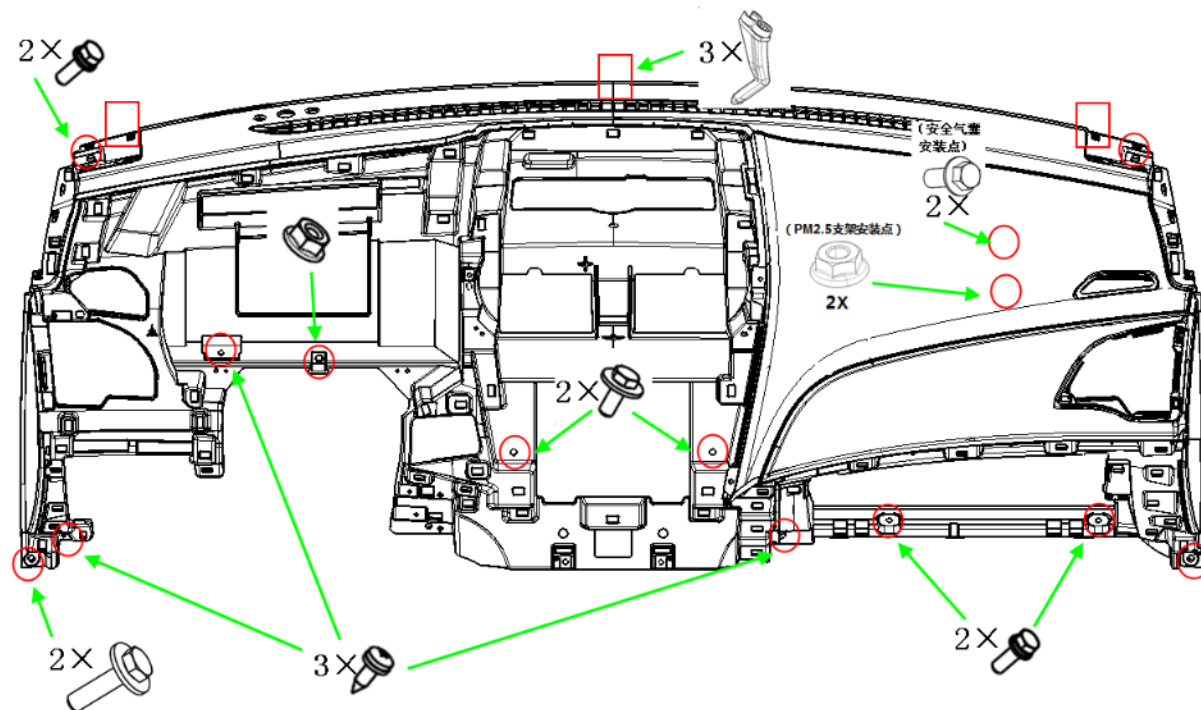

图1-1-22-1 仪表板上本体总成安装点示意图
- (1) 首先按照图1-1-22-1所示将所有相关的螺钉和螺栓等紧固件拆除；
- (2) 然后将仪表板线束所有相关接插件拆除，即可取下仪表板上本体总成
- (1) 首先将所有的电器接插件连接好，然后将仪表板上本体总成前端的3个限位插脚对准前舱相应的安装孔并将仪表板向前推动使其插入；
- (2) 按照图1-1-22-1所示将所有的螺钉和螺栓等紧固件安装打紧即可。